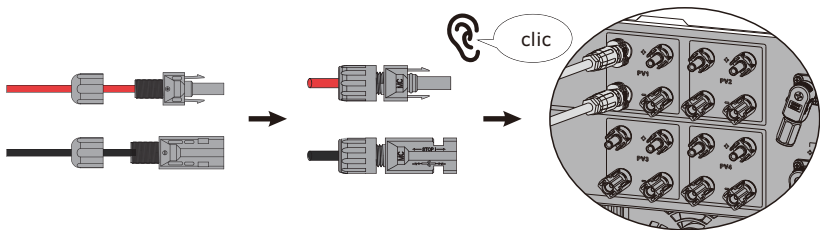

Figure 4.1-6 Le connecteur PV est raccordé à l'onduleur
Step4. Vissez le capuchon et branchez-le sur le côté de l'onduleur. Un clic se produit lorsque les connecteurs sont correctement insérés dans les fiches PV, comme indiqué à la Figure 4.1-6.